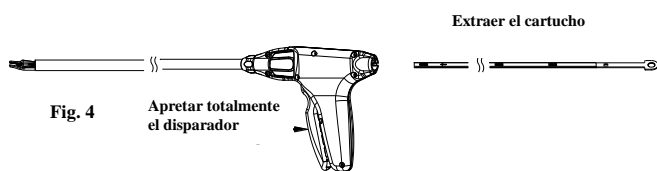

Fig. 4
1. Apretar el disparador hasta el fondo, tal y como se muestra en la fig. 4, y extraer el cartucho de clips desechable. Si los 19 clips no han sido disparados, al hacer la operación anterior se liberará un clip. En este caso asegurarse que el clip se libere sobre un paño de modo que no caiga al suelo, en la boca o en el interior del aplicador dañándolo. (Este paso sirve también como advertencia en las instrucciones de "Limpieza y Esterilización". Microline SURGICAL no se responsabilizará de los daños causados por no cumplir esta advertencia)